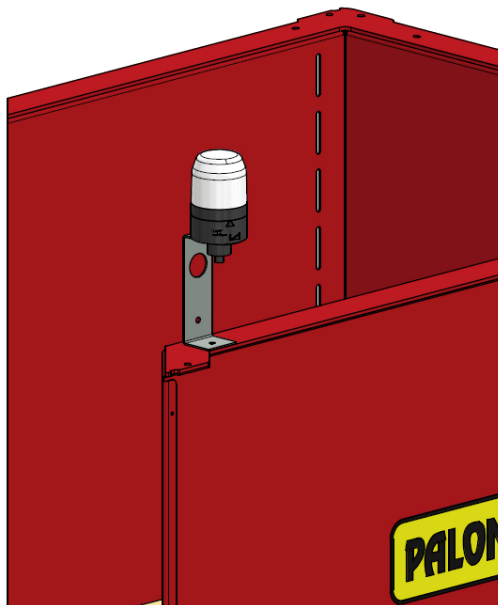

Figura 1
2. Montare la torretta di segnalazione sulla staffa e collegare il cavo (vedere Figura 1).